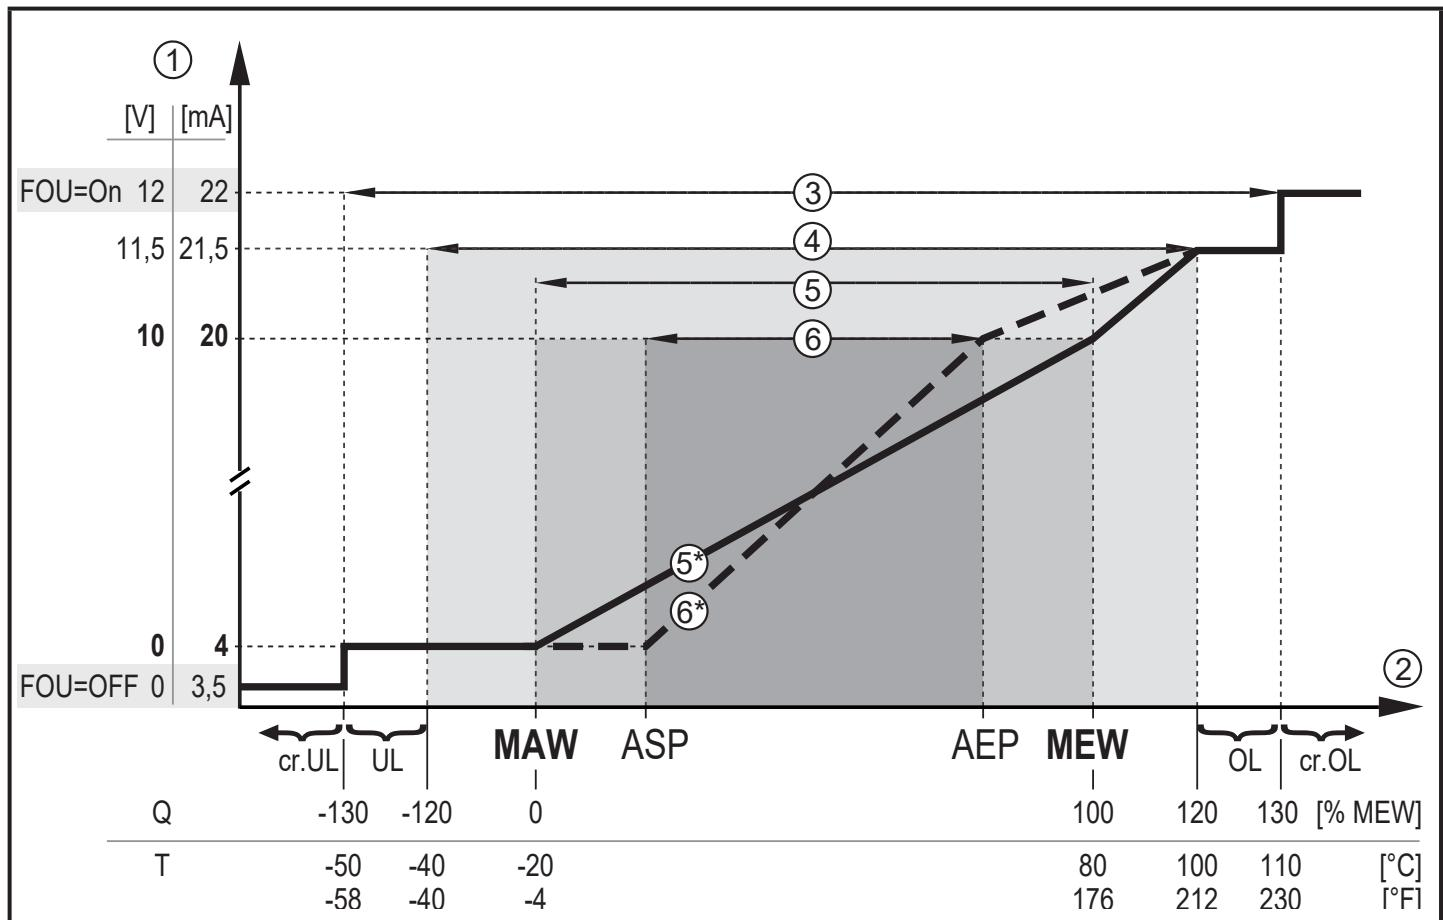

Abbildung 1: Ausgangskennlinie Analogausgang nach Norm IEC 60947-5-7.
- Liegt der Messwert außerhalb des Messbereichs oder liegt ein interner Fehler vor, werden die in Abbildung 1 angegeben Strom- oder Spannungssignale ausgegeben.